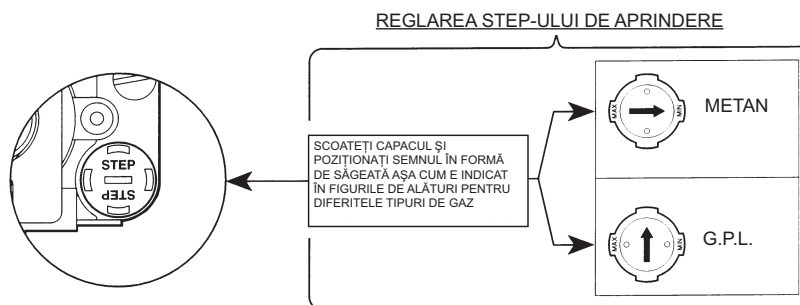

fig. 6
- 2 Scoateți de pe valva de gaz căpăcelul de protecție 3 (fig. 6). Cu o șurubelniță mică reglați "STEP"-ul de aprindere pentru tipul de gaz dorit (G20-G25 sau G30-G31); după aceea, puneți capacul la loc.